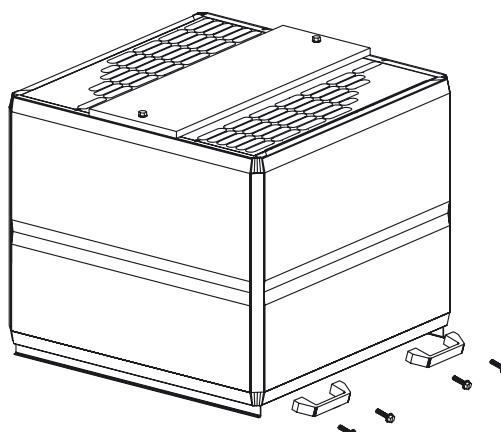

Рис. 6
2. Для вентиляторов типа размера 5, 6, 7 в поставку входят ручки, с помощью которых можно легко открыть вентилятор. Прикрепите эти ручки к нижней части кожуха. Рис. 6.